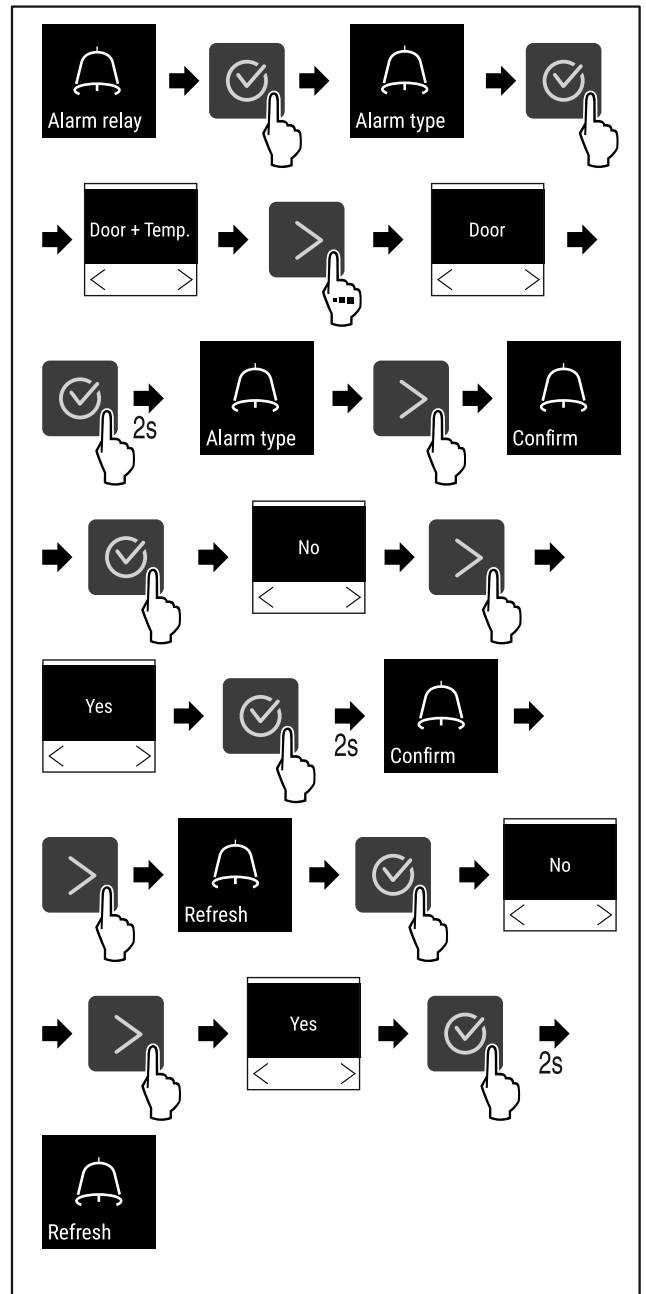

Fig. 145
- ▶ Suivre les étapes (voir Fig. 145).